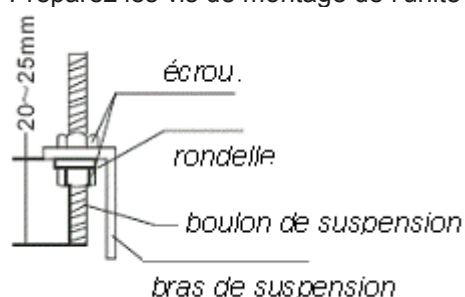

Fig. 1-11
2. Placez le bras de suspension sur le boulon de suspension (Voir Fig. 1-11). Préparez les vis de montage de l'unité (Voir Fig. 1-12).